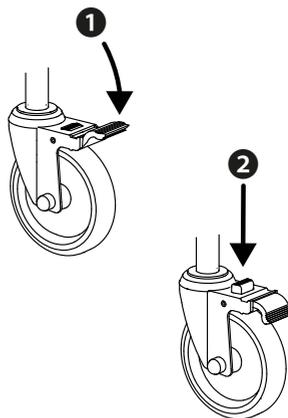

Abb.10
1. Betätigen Sie den Bremsmechanismus durch einen Tritt auf die Feststellwippe (1, Abb. 10).
2. Zum Lösen der Bremse treten Sie auf den kleinen Wipphebel (2, Abb.10).